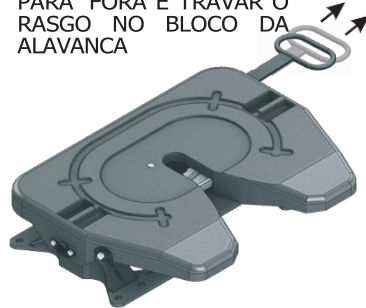

FIGURA 53
- Puxar a alavanca para fora cerca de 400 mm da borda da quinta-rodas e travar no encaixe existente na alavanca. Esta deve permanecer totalmente para fora depois de liberada (FIGURA 53);